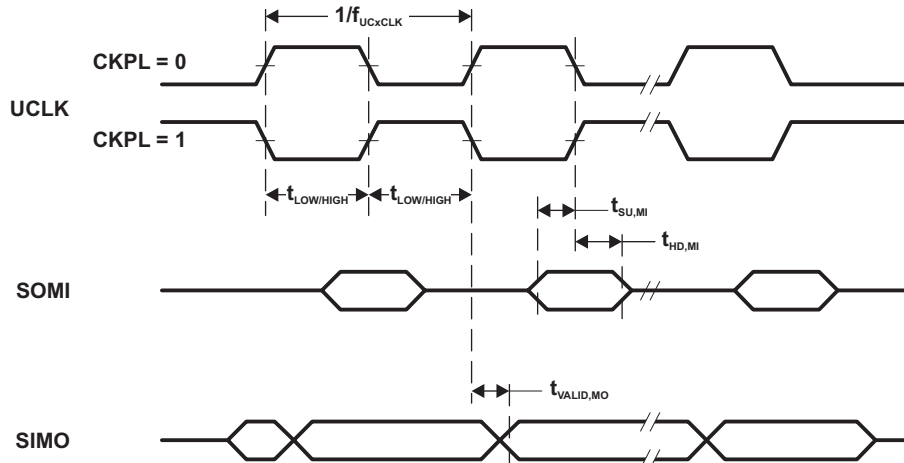
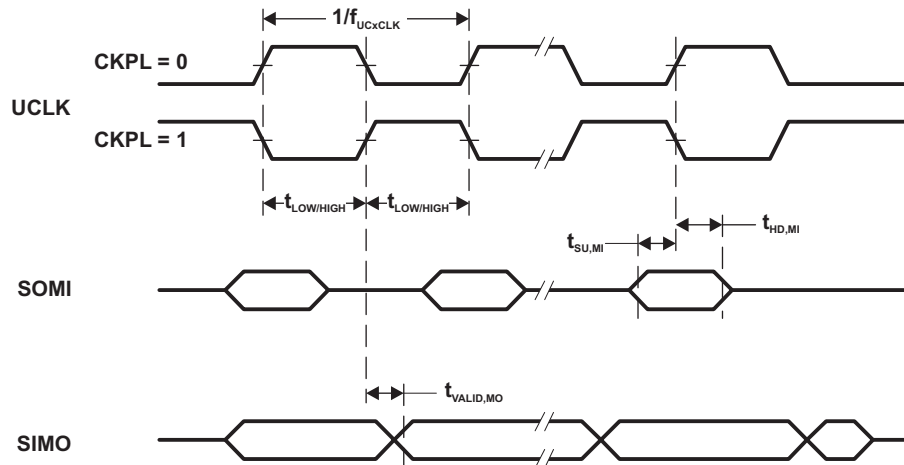

Figure 5-10. SPI 主控模式，CKPH = 0
Figure 5-11. SPI 主控模式，CKPH = 1
(1) f_{UCxCLK} = 1/2t_{LO/Hi}, 其中, t_{LO/Hi} = max(t_{VALID, MO}(eUSCI) + t_{SU, SI}(Slave), t_{SU, MI}(eUSCI) + t_{VALID, SO}(Slave))。有关从器件参数 t_{SU, SI}(Slave) 和 t_{VALID, SO}(Slave), 请参见所连从器件的 SPI 参数。
(2) 指定输出更改 UCLK 时钟边沿后将下一有效数据驱动到 SIMO 输出的时间。请参见 Figure 5-10 和 Figure 5-11 中的时序图。
(3) 指定输出更改 UCLK 脉冲边沿后 SIMO 输出上的数据的有效时长。负值表示 SIMO 输出上的数据可能在 UCLK 上观察到输出更改时钟边沿前变为无效状态。请参见 Figure 5-10 和 Figure 5-11 中的时序图。